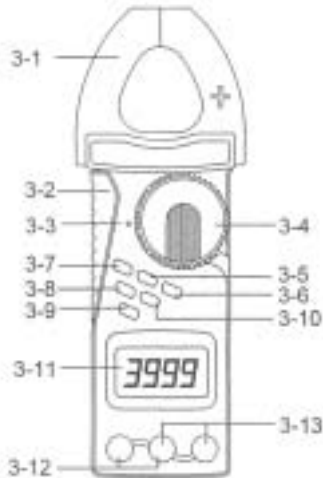

fig. 1
- 3) Ved måling av DCV skal områdevelgeren (3-4, Fig.1) stå i posisjon "V". Trykk nå på "Funksjonsknappen" (3-9, Fig. 1) til symbolet for DCV vises i displayet.
- 6) Vil du selv velge skalaområdet bruker du "Range Button" (3-10, Fig. 1).
- 3) Ved måling av "W" skal områdevelgeren (3-4, Fig. 1) stå i posisjon "W". Trykk nå på "Funksjonsknappen" (3-9, Fig. 1) til symbolet for "W" vises i displayet.
- 5) Vil du selv velge skalaområdet manuelt bruker du "Range Button" (3-10, Fig. 1).
- 3) Ved måling av skalaområdevelgeren (3-4, Fig. 1) stå i posisjon "Summer". Trykk nå på "Funksjonsknappen" til symbolet for "Summer" vises i displayet.
- 1) Ved måling av ACA skal områdevelgeren (3-4, Fig. 1) stå i posisjon "2000 A". Trykk nå på "Funksjonsknappen" (3-9, Fig. 1) til symbolet for ACA vises i displayet.
- 2) Åpne tangen ved å trykke på knappen som finnes på siden av instrumentet (3-2 Fig. 1). Sett tangen rundt ledningen du skal måle på.
- 1) Ved måling av DCA skal områdevelgeren (3-4, Fig. 1) stå i posisjon "2000 A". Trykk nå på "Funksjonsknappen" (3-9, Fig. 1) til symbolet for DCA vises i displayet.
- 2) Trykk på "DCA zero knappen" (3-5, Fig. 1) i minst 2 sekunder for å nullstille tangen.
- 3) Ved måling av mA skal områdevelgeren (3-4, Fig. 1) stå i posisjon "mA". Trykk nå på "Funksjonsknappen" (3-9, Fig. 1) til symbolet for ACA vises i displayet.
Måleprosedyren er lik som over bortsett fra at du skal trykke på funksjonsknappen (3-9, Fig. 1) så symbolet
- 3) Ved måling av kapasitans skal områdevelgeren (3-4, Fig. 1) stå i posisjon "kapasitans". Trykk nå på "Funksjonsknappen" (3-9, Fig. 1) til symbolet "nF" vises i displayet.
Ettersom instrumentet i seg selv inneholder kondensatorer behøver du å nullstille kretsene i instrumentet. Dette gjør du ved å trykke på "Rel. Knappen" (3-6, Fig. 1). Displayet kommer nå til å vise "0". Koble nå kondensatoren til instrumentet og avles måleverdien.
- 3) Ved måling av frekvens skal områdevelgeren stå i posisjon "Hz". Trykk nå på "Hz / %" (3-8, Fig.1) til